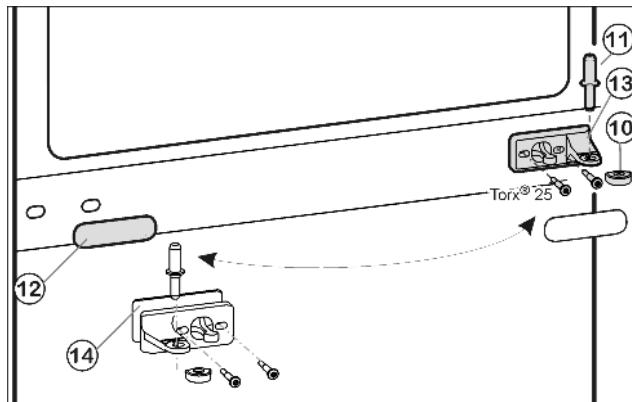
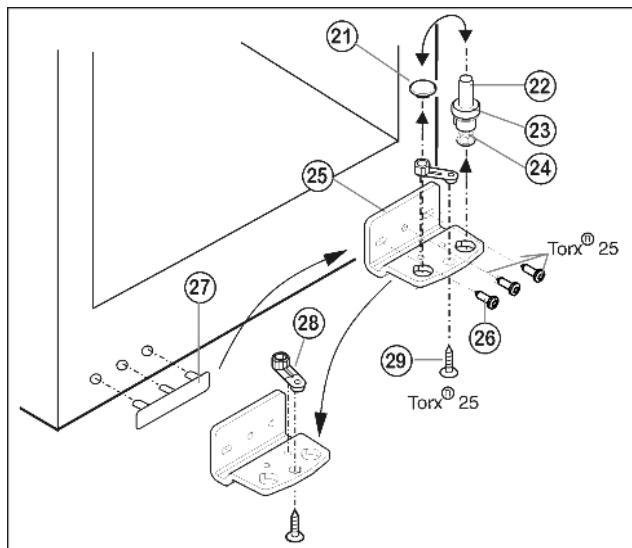

Fig. 5
Fig. 6
- ▶ Вытащите из опорного кронштейна и нижней дверцы средний опорный винт Fig. 5 (11).
- ▶ Снимите пластмассовый колпачок Fig. 5 (10).
- ▶ Открутите средний опорный кронштейн Fig. 5 (13) (2 шт. Torx® 25).
- ▶ Осторожно снимите накладку Fig. 5 (12).
- ▶ Прикрутите средний опорный кронштейн Fig. 5 (13) с подкладкой Fig. 5 (14) с поворотом на 180° на новую сторону шарнира (**с моментом 4 Нм**).
- ▶ Защелкните накладку Fig. 5 (12), повернув на 180 °, на стороне, где теперь будет ручка.
- ▶ Извлеките опорный винт *Fig. 6* (22) в комплекте с шайбой *Fig. 6* (23) и регулируемой опорой *Fig. 6* (24), вытягивая его вверх.
- ▶ Снимите пробку *Fig. 6* (21).
- ▶ Открутите *Fig. 6* (26) опорный кронштейн *Fig. 6* (25).
- ▶ Открутите *Fig. 6* (29) опорную деталь *Fig. 6* (28) и, переставив в отверстие на противоположной стороне опорного кронштейна, снова прикрутите.
- ▶ Осторожно снимите и переставьте на противоположную сторону крышку со стороны ручки *Fig. 6* (27).
- ▶ Снова прикрутите опорный кронштейн *Fig. 6* (25) на новой стороне шарнира (**с моментом 4 Нм**). При необходимости используйте аккумуляторный шуруповерт.
- ▶ Переставьте пробку *Fig. 6* (21) в свободное отверстие.
- ▶ Вновь установите опорный винт *Fig. 6* (22) в комплекте с шайбой и регулируемой опорой. При этом фиксатор должен быть направлен назад.
- ▶ Установите нижнюю дверцу сверху на нижний опорный винт *Fig. 6* (22).
- ▶ Снова наденьте пластмассовый колпачок *Fig. 5* (10) на средний опорный кронштейн *Fig. 5* (13).
- ▶ Вставьте средний опорный винт *Fig. 5* (11) на новой стороне шарнира через средний опорный кронштейн *Fig. 5* (13) в нижнюю дверцу.
- ▶ Установите верхнюю дверцу на средний опорный винт *Fig. 5* (11).
- ▶ При необходимости выровняйте дверцы через два продольных паза в нижнем опорном кронштейне *Fig. 6* (25) и среднем опорном кронштейне *Fig. 5* (13) параллельно корпусу устройства. Для этого выкрутите средний винт на нижнем опорном кронштейне *Fig. 6* (25).